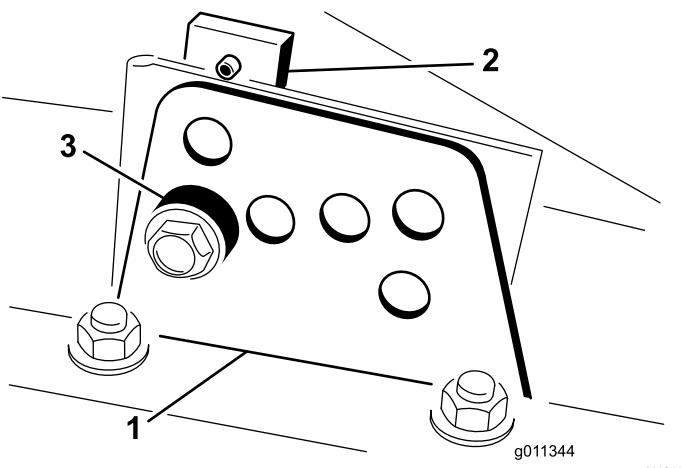

Figura 20
2. Desaperte o parafuso que prende o suporte da altura de corte à placa da altura de corte (frente e de cada lado), conforme se mostra na Figura 20.
4. Enquanto estiver suportar a câmara, retire o espaçador (Figura 20).